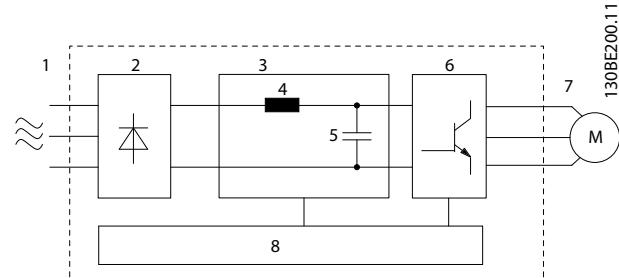

Bild 1.1 Blockschema för frekvensomriktaren
*Bild 1.1* är ett blockschema över frekvensomriktarens interna komponenter. Information om deras funktioner hittar du i *Tabell 1.2*.
Tabell 1.2 Förklaring till Bild 1.1